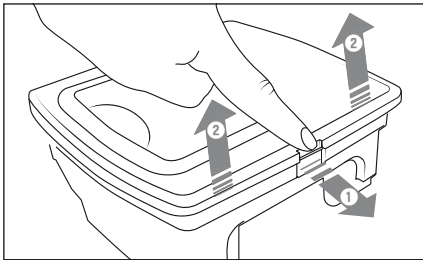

Afb. 5
- 1) Verwijder de afdekking **18** van het stofreservoir **12** en trek het aan het hengsel uit het apparaat (zie afb. 5 en 6).